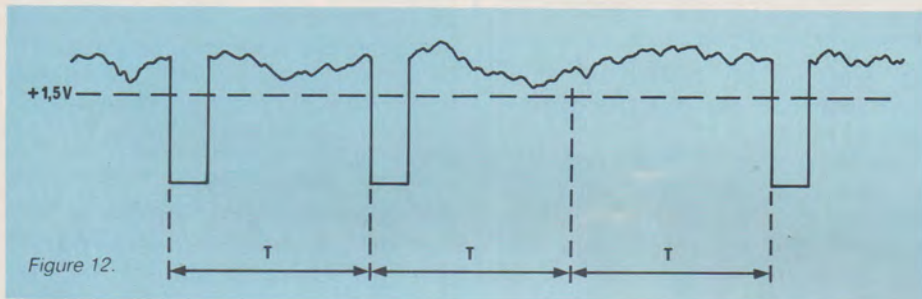

Figure 12.
- Bruit et pics ne dépassant pas vraiment en lancées négatives le seuil en continu (de 1 à 1,5 V) de la pin 2 : mot non rejeté (**figure 12**).